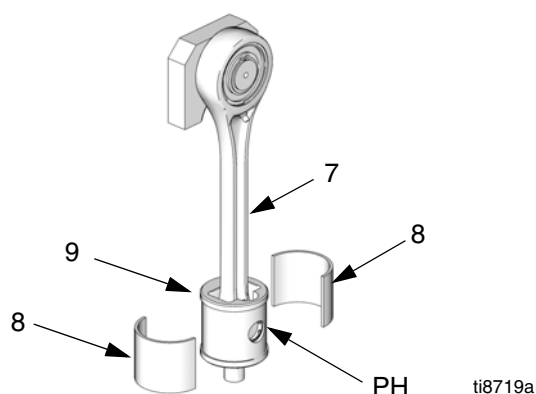

FIG. 17: Cuscinetti del cursore
13. Vedere FIG. 17. Installare i due nuovi cuscinetti (8) sul pistone a cursore (9). Le guarnizioni fra i cuscinetti devono allinearsi con il foro dello spinotto (PH) nel pistone a cursore.
6. Assemblare la manovella (4) alla biella (7) con due anelli di arresto (6), orientati come illustrato.
7. Accertarsi che le guarnizioni fra i cuscinetti (8) siano allineate con il foro dello spinotto (PH) nel pistone a cursore. Vedere FIG. 17 a pagina 27.